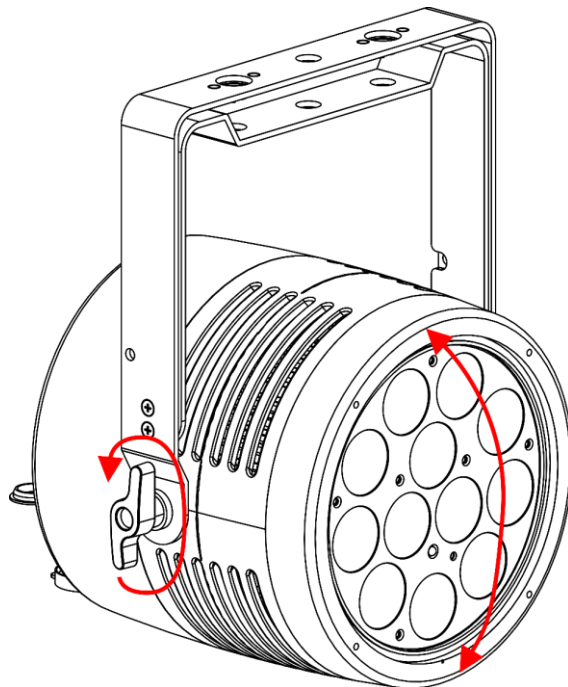

Fig. 07
- 01) Gire los **tornillos de ajuste (01)** en sentido antihorario para soltarlo.
- 02) Inclíne el aparato en el ángulo deseado (véase la Fig. 07).
- 03) Gire los **tornillos de ajuste (01)** en el sentido de las agujas del reloj para apretarlo. Verifique que el dispositivo no puede moverse libremente después de apretar los **tornillos de ajuste (01)**.